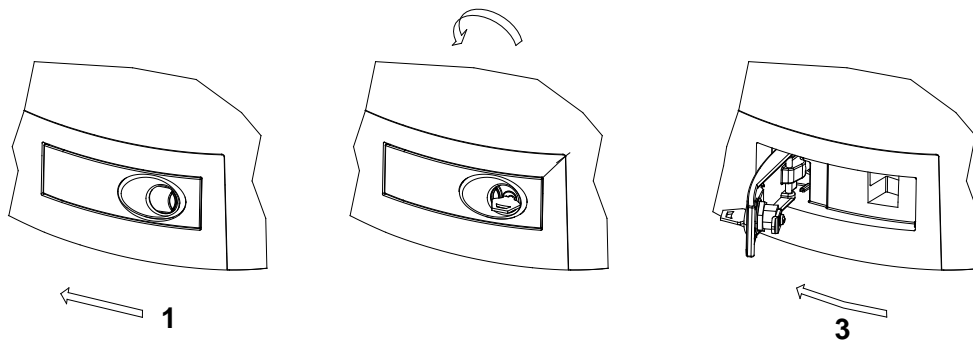

Fig. 6
**Manceuvre manuelle :** pour effectuer la manœuvre manuelle procéder de la manière suivante (fig.6)